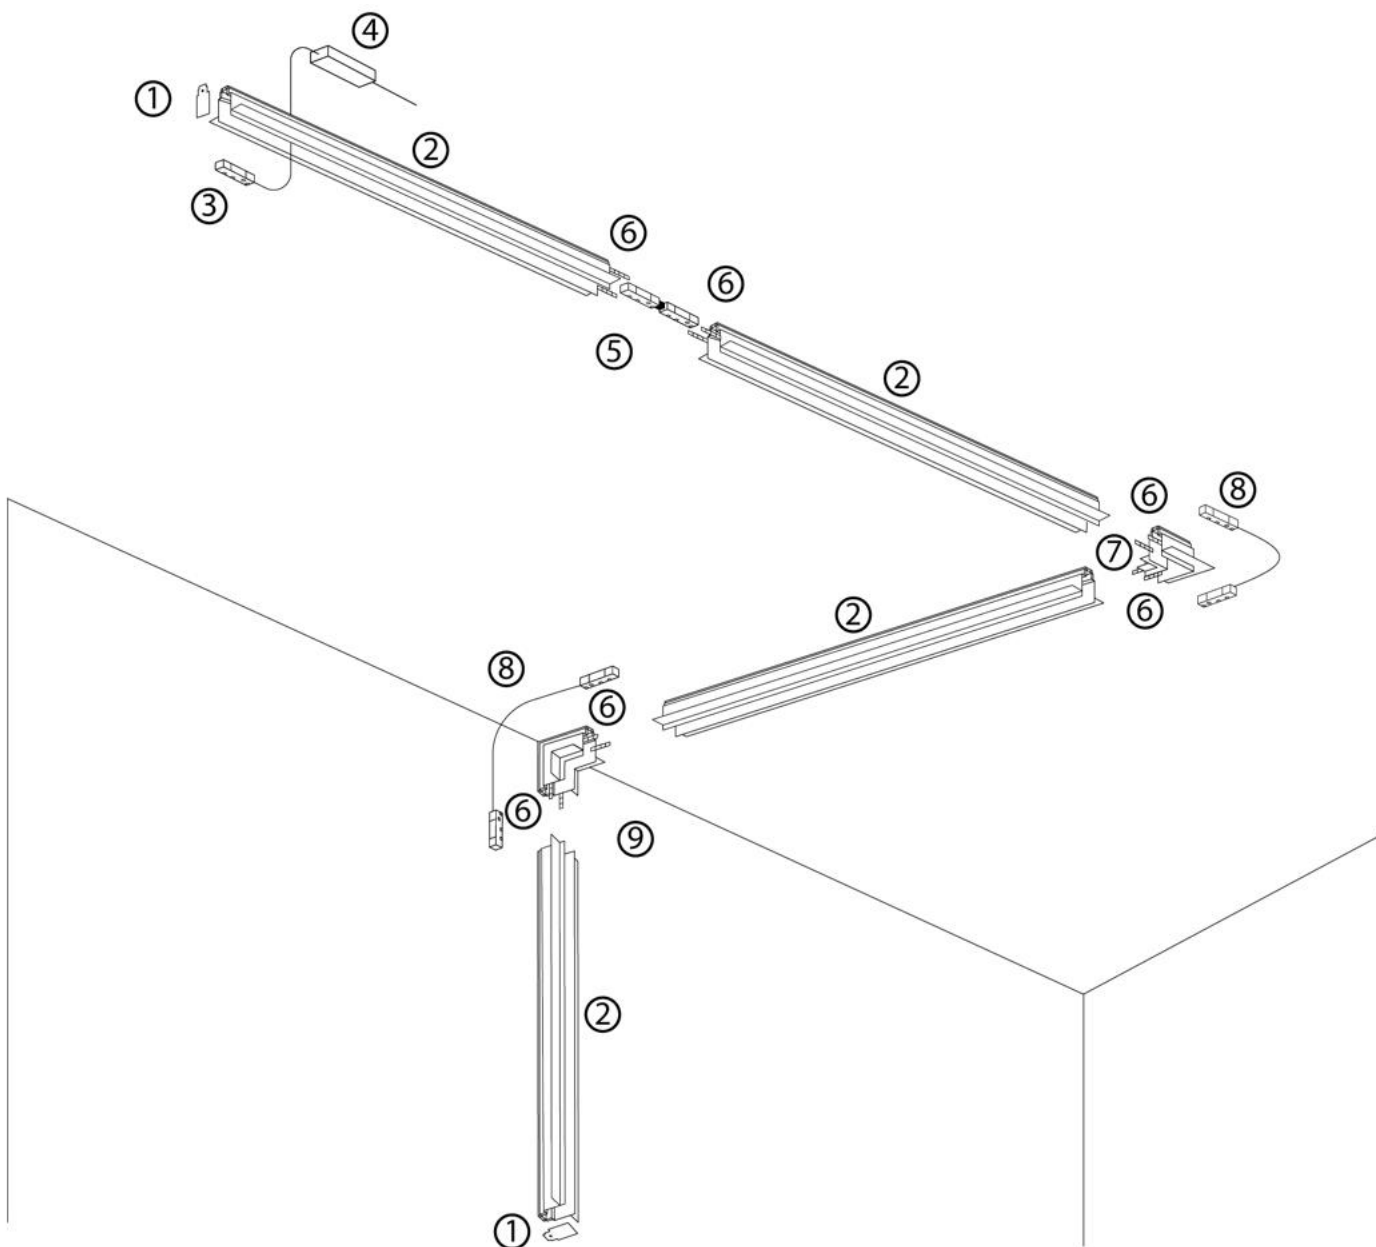

Рис. 2 Схема установки шинпровода SABM1001
- 6.3 Соберите необходимую вам систему шинпровода по аналогии со схемой, как показано на Рис. 2.